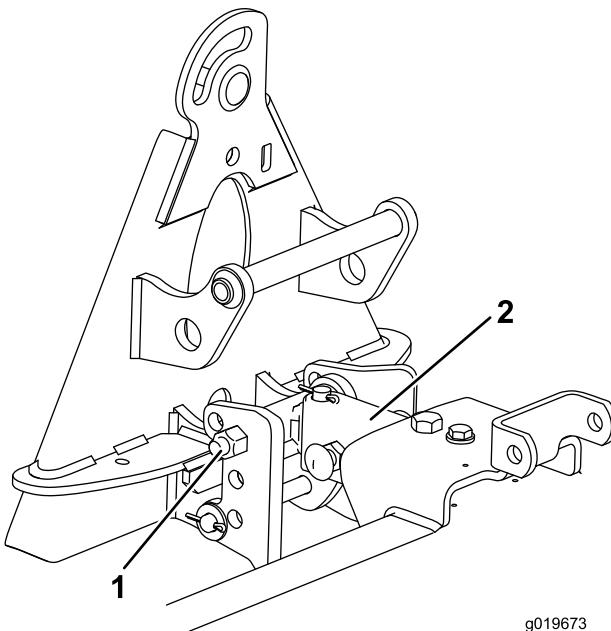

Figura 11
1. Monte o conjunto de engate nos furos superiores do suporte de paragem (Figura 11).
2. Alinhe a parte mais comprida do tubo do garfo para cima e monte-a por debaixo do conjunto de suporte (Figura 11).